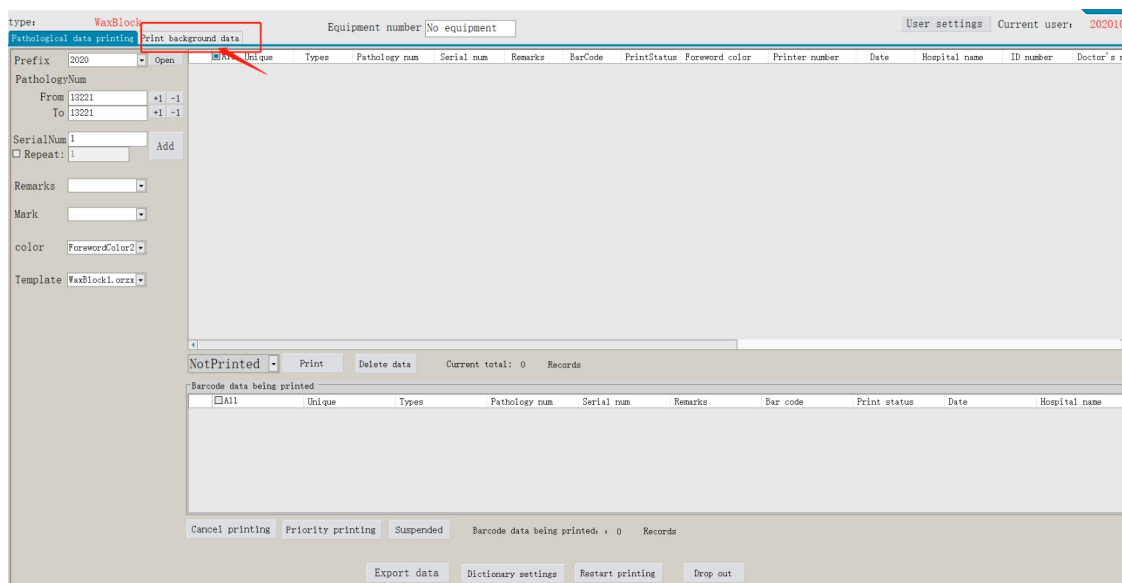

Figura 1
Quando não houver nenhum dispositivo mostrado na figura 1 ou 2 acima está se conectando, isso significa que o cartão de controle falhou ao conectar
7.2 Você também pode clicar no botão na Figura 1 abaixo e, em seguida, clicar no botão na Figura 2 para selecionar o estilo de modelo desejado e selecionar o bloco de cera e a lâmina de vidro na pasta de modelo do caminho onde o aplicativo está localizado.